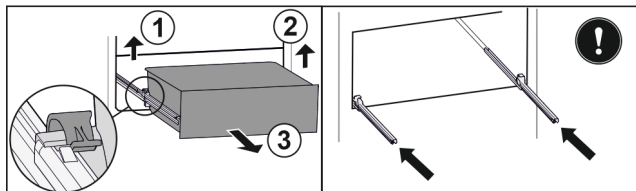

Fig. 102
- Emelje fel a bal oldali kapcsot, és ezzel egyszerre húzza előre felé a fiók bal oldalát. Fig. 102 (1)
- Emelje fel a jobb oldali kapcsot, és ezzel egyszerre húzza előre felé a fiók jobb oldalát. Fig. 102 (2)
- Vegye ki a fiókot előre felé. Fig. 102 (3)